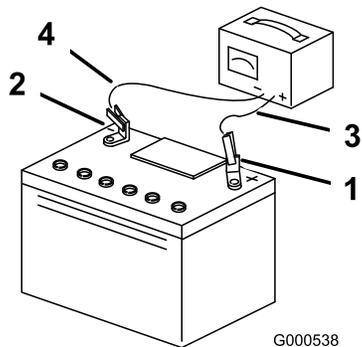

Figura 37
- Quando la batteria è completamente carica, staccate il caricabatterie dalla presa elettrica e scollegate i cavi di ricarica dai poli della batteria (Figura 37).